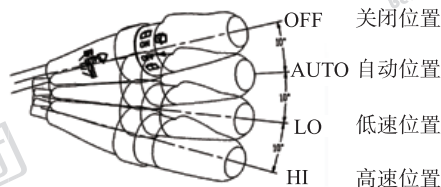

图 5 雨刷洗涤开关位置状态
1) 点火开关置于 ON 档 2 秒钟后，将组合开关的刮水器手柄置于 AUTO 档（如图 5 所示），雨刷自动控制系统启动，根据雨量的大小，控制主机自动调整刮水频率和刮水速度。